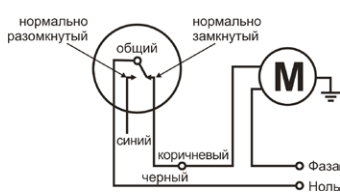

Рис.4
- 3.1. Подключите коричневый провод поплавкового выключателя к электронасосу, а черный – к нулю, как показано на рис. 4.